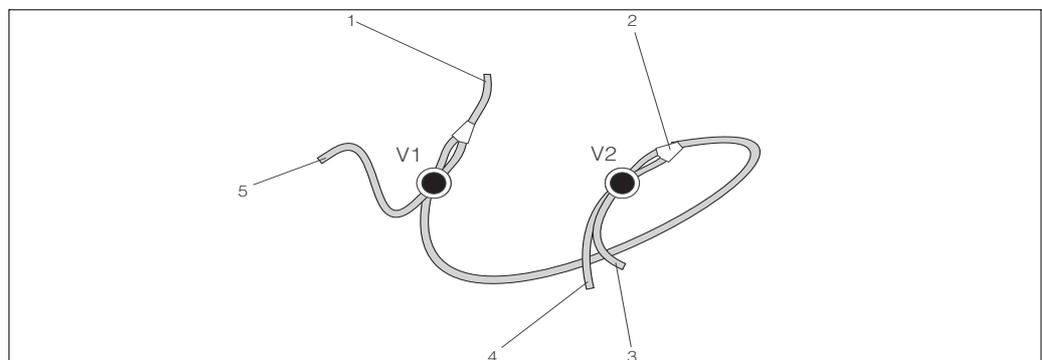

Fig. 14: Válvulas y tubos
3. Conecte los tubos de la bomba nuevos en secuencia inversa a la de desconexión. Asegúrese de que los tubos quedan conectados correctamente (→ Fig. 14).